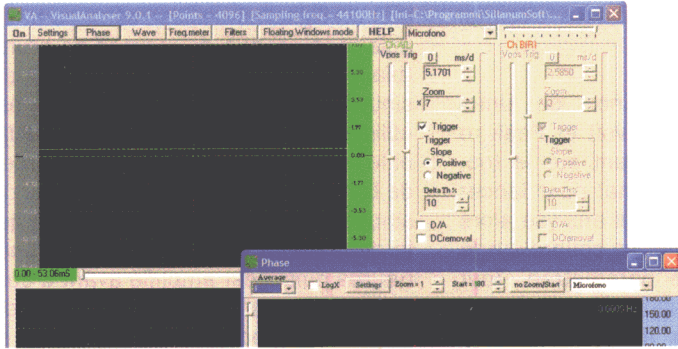

Figure 29 : Le poussoir Phase permet d'ouvrir la fenêtre montrant comment varie la phase du signal lorsque sa fréquence varie.
- Le **poussoir Phase** permet d'ouvrir la fenêtre montrant comment varie la phase du signal lorsque sa fréquence varie (voir figure 29).